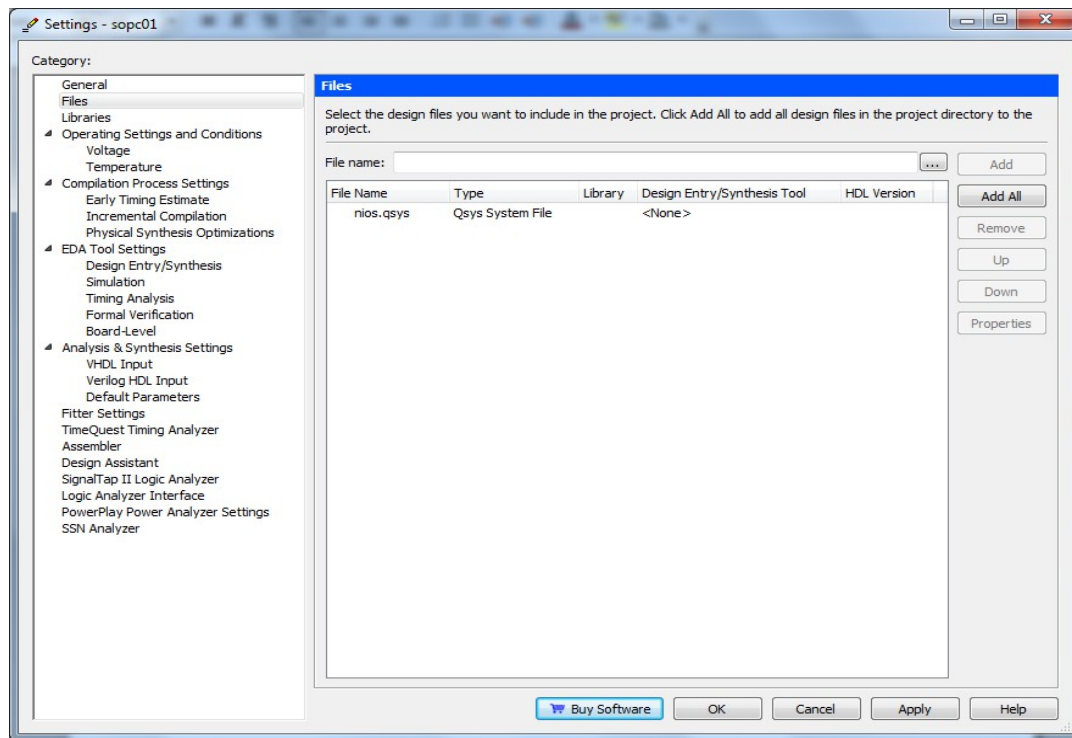

Рисунок 7 — Добавление модуля nios.qsys в проект.
- 3 Добавить модуль c:\user\sopc01\nios.qsys в проект socp01. Для этого в меню Project САПР Quartus II выбрать пункт Add/Remove Files in Project. В открывшемся окне указать в поле File name: c:\user\sopc01\nios.qsys (см. рисунок 7).